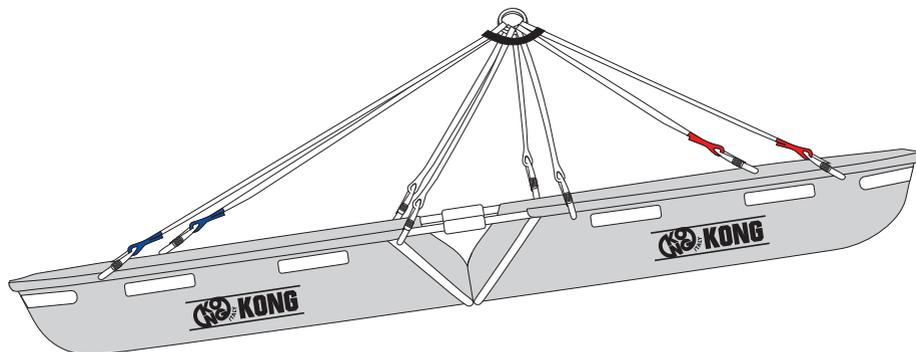

Fig.15
- Collegare la sospendita agli appositi fori laterali della barella mediante gli otto connettori (rossi, lato testa - blu, lato piedi) (fig. 15),